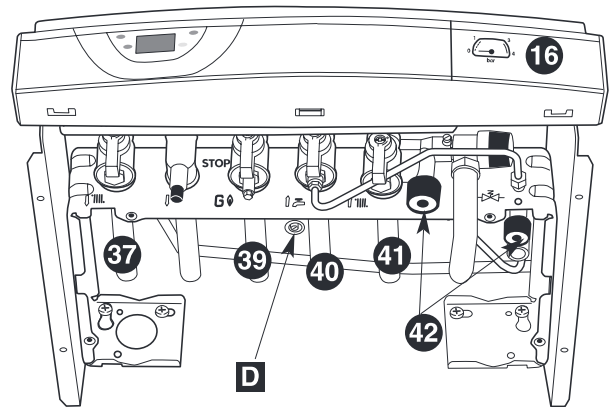
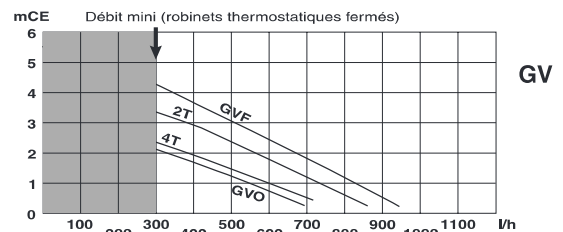

Fig. 16
Fig. 17
- ouvrir le robinet d'eau froide **40** (fig. 16) sur la barrette robinetterie
- vérifier que les robinets départ chauffage **37** (fig. 16), retour chauffage **41** (fig. 16) sont bien ouverts
- ouvrir les 2 robinets de remplissage et d'isolement **42** (fig. 16)
- refermer ces robinets lorsque l'aiguille du manomètre **16** (fig. 16) se situe à la pression déterminée au § 3
- ouvrir le robinet d'arrivée de gaz **39** (fig. 16)
- **GV**, courbes fig. 17 (réglage d'usine)
Agir sur la vis **D** (fig.16 de réglage du by-pass, visible sous la barrette hydraulique (dévisser pour ouvrir) afin d'adapter la hauteur manométrique disponible aux pertes de charge de l'installation, selon les courbes des diagrammes **GV** ou **PV** (fig. 17 ou 18).